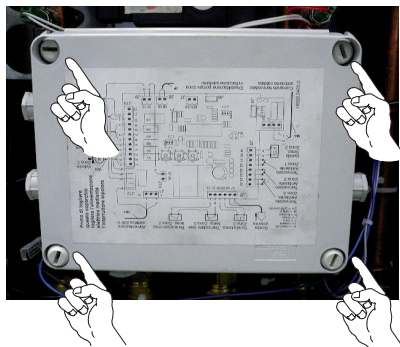

Figura 5.14 Scatola elettrica.
- 1 Aprire il coperchio della centralina svitando le viti indicate in **Figura 5.14**